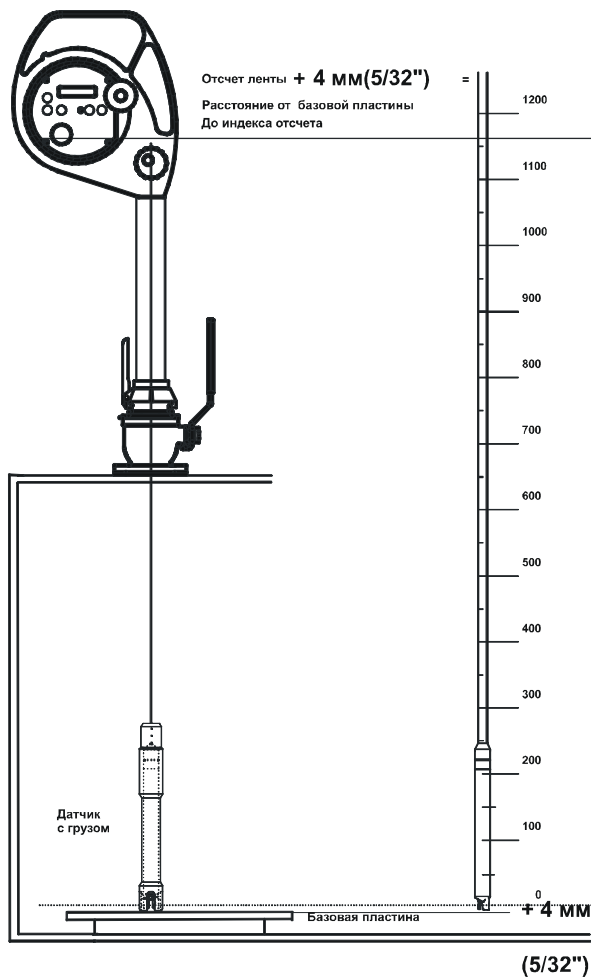

Рисунок 8-9
- Когда чувствительный датчик достигнет заглубленной / базовой плиты, индекс отсчета покажет расстояние. См. Рисунок 8-9. Точное расстояние от плиты до индекса отсчета ($reading + 4\text{ mm} / + 5/32"$) которое является относительной высотой, при условии, что уровень индекса отсчета настроен на нулевой уровень незаполненного объема танка. Если ноль незаполненного объема находится выше или ниже индекса отсчета, то необходима дополнительная корректировка. Для более подробной информации см. раздел «Установка измерительной системы».